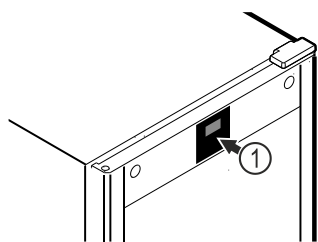

Fig. 52 Primjer izgleda
Termometar je prethodno tvornički kalibriran (odstupanje od +6 K). Ako temperatura u unutrašnjosti odstupa od prikaza temperature Fig. 52 (1), možete kalibrirati termometar.